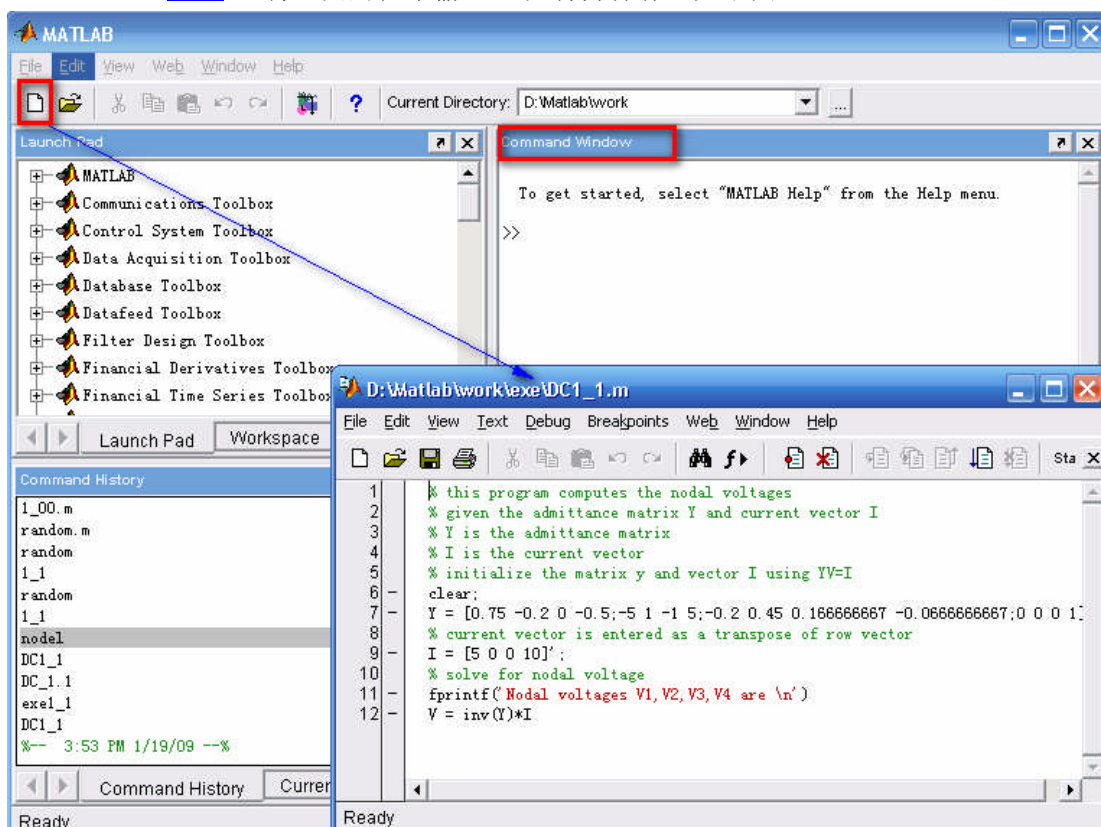

图 1.2 启动 matlab 并新建 m 文件
- 5、打开 matlab 程序（关于 matlab 的一些基本操作请参考附录——MATLAB 基本操作），将上面的程序输入 m 文件并保存，如下图 1.2